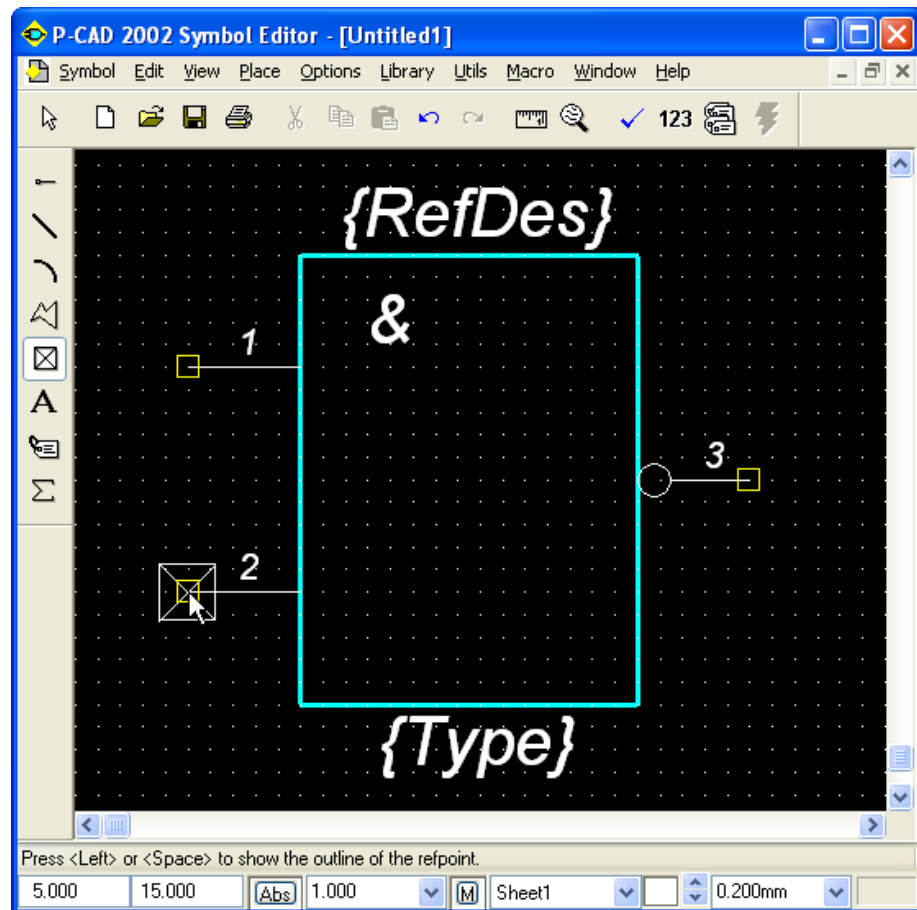

Рис. 4.19 – Окончательный вид элемента «2И-НЕ»
- Перевести курсор в точку с координатами (14; 27) и щелкнуть **ЛК**. Откроется диалоговое окно **Place Text**, в нем в поле **Text** набрать символ **&**. В зоне **Justification** установить точку в центр по осям **X** и **Y**. В списке стилей текста **Text Style** выбрать стиль **Arial3_5Italic**. Нажать кнопку **Place** (см. рис. 4.19).
- Для этого выполнить команду **Place Ref Point**. Переместить курсор в точку с координатами (5; 15) и щелкнуть **ЛК** (см. рис. 4.19).